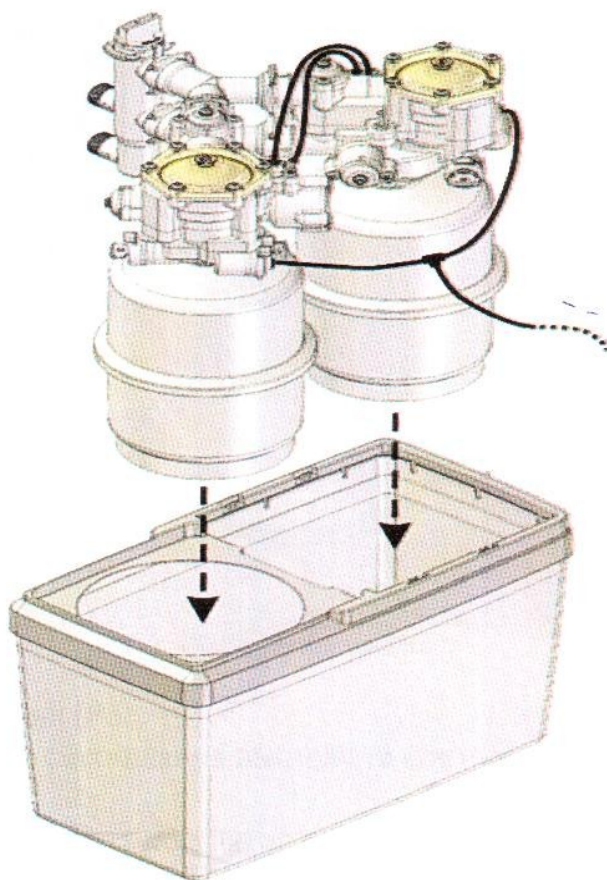

Рис. 12. Помещение устройства в контейнер
3.8 Поместите устройство в контейнере (Рис. 12) таким образом, чтобы трубки подключения находилась в противоположном направлении от стрелок (как показано на рисунке ниже).